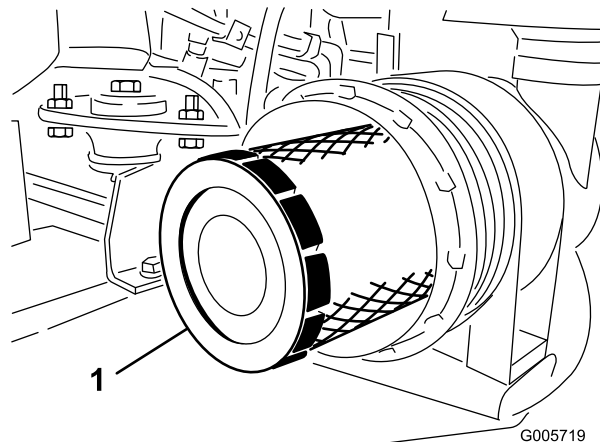

Figure 45
3. Déposez et remplacez l'élément principal (Figure 45). Il est déconseillé de nettoyer les éléments usagés car cela risque d'endommager le matériau du filtre. Vérifiez que le filtre de rechange n'a pas été endommagé pendant le transport. Vérifiez l'extrémité d'étanchéité du filtre et du corps. N'utilisez pas l'élément s'il est endommagé. Insérez le filtre de rechange en appuyant sur le bord extérieur de l'élément pour l'ajuster correctement dans la cartouche. N'appuyez pas sur la partie centrale flexible du filtre.